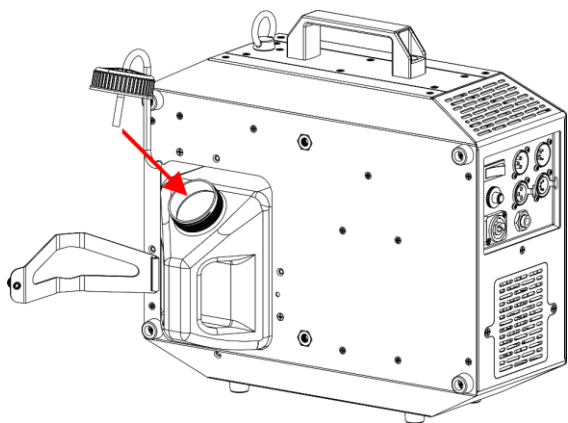

Fig. 22
- 17) Riavvitare il coperchio del serbatoio del liquido, come mostrato nella Fig. 22.